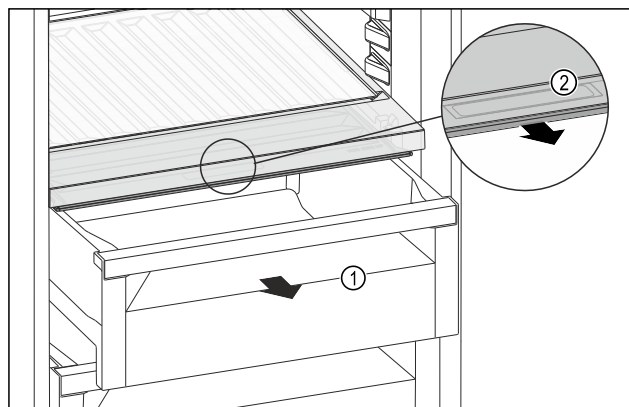

Fig. 128
- ▶ 拉出抽屉 Fig. 128 (1)。
- ▶ 抓住抽屉盖上的内嵌式拉手 Fig. 128 (2)，并同时向前拉出抽屉盖。